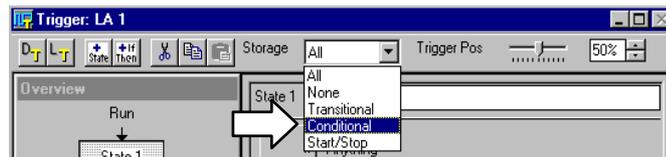

図 3-55 : [Trigger]ウィンドウに対する[Storage]コントロールの設定
2. [Storage]ドロップ・ダウン・リスト・ボックス内を[All]から[Conditional]に変更します(図 3-55)。